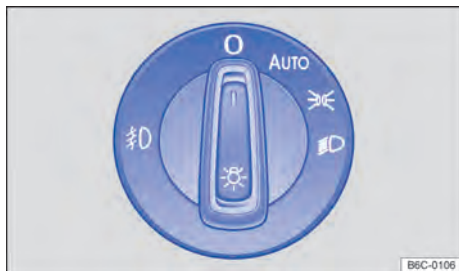

Fig. 62 Ao lado do volante: interruptor de luzes.
A luz de controle ☞ no interruptor das luzes → Fig. 62 indica o farol de neblina ligado.
– Ligar o farol de neblina ☞: puxar o interruptor das luzes → Fig. 62 da posição ➡️ ou ☞ até o primeiro engate.